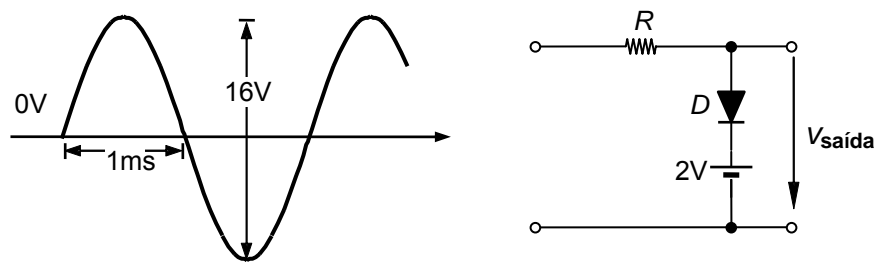

Figura 4.5
4.3 Repita 4.2 para o circuito da figura 4.5.